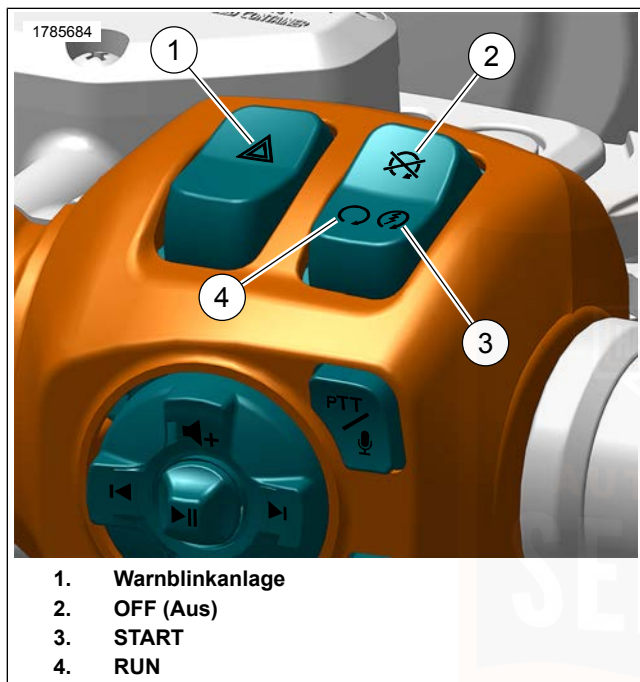

Abbildung 61. RHCM: Tasten des Motorbetriebsschalters und der Warnblinkanlage
1. Siehe Abbildung 61. Bei vorhandenem Sicherheitsschlüsselanhänger den Motorbetriebsschalter auf RUN (Ein) (4) stellen. Den Gasdrehgriff nicht drehen.
5. Den Anlasserknopf (3) zum Anlassen des Motorrads drücken und loslassen.
2. Siehe Abbildung 61 . Den Motorbetriebsschalter auf OFF (Aus) (2) stellen.
1. Siehe Abbildung 61 . Den Motorbetriebsschalter auf RUN (Ein) stellen.
1. Siehe Abbildung 61 . Den Motorbetriebsschalter auf OFF (Aus) (2) stellen.